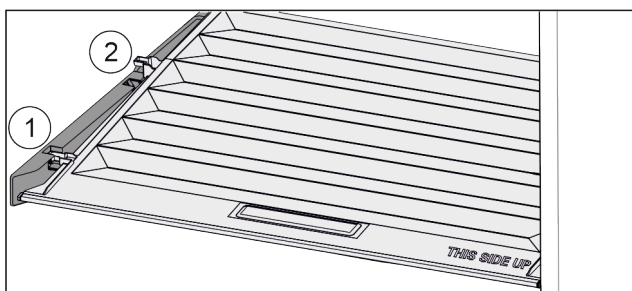

Fig. 58
- Deckel bis zur Öffnung in den Halteteilen nach vorne ziehen Fig. 58 (1).
- Hinten von unten anheben und nach oben wegnehmen Fig. 58 (2).